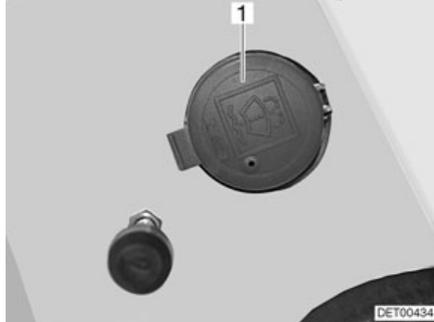

Fig. 28 Tubo de llenado depósito de agua para lavar
- Quitar la tapa (Fig. 28,1) del tubo de llenado del depósito de agua para lavar.